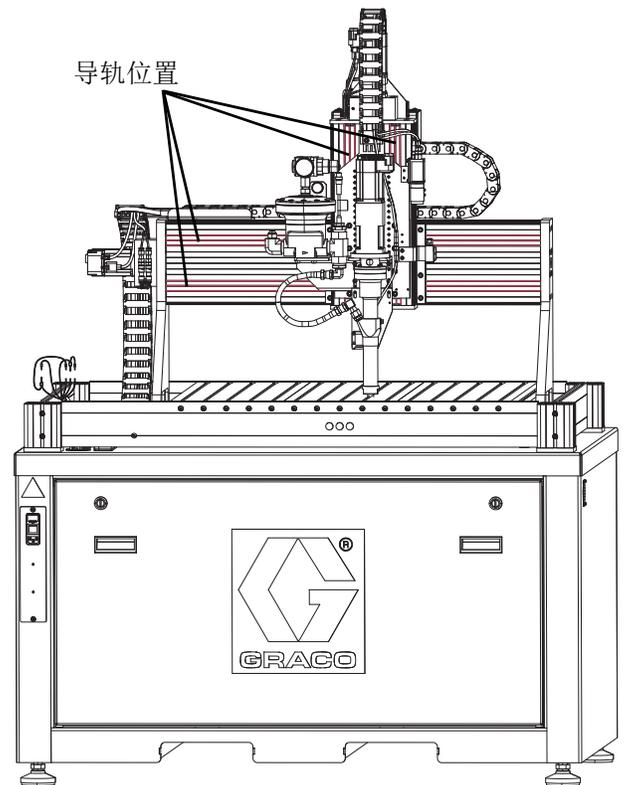

图 16: 橡胶防护罩和导轨位置
2. 将橡胶防护罩分开放置在四个位置的每个位置，并将油刷到导轨上。参见图 16。